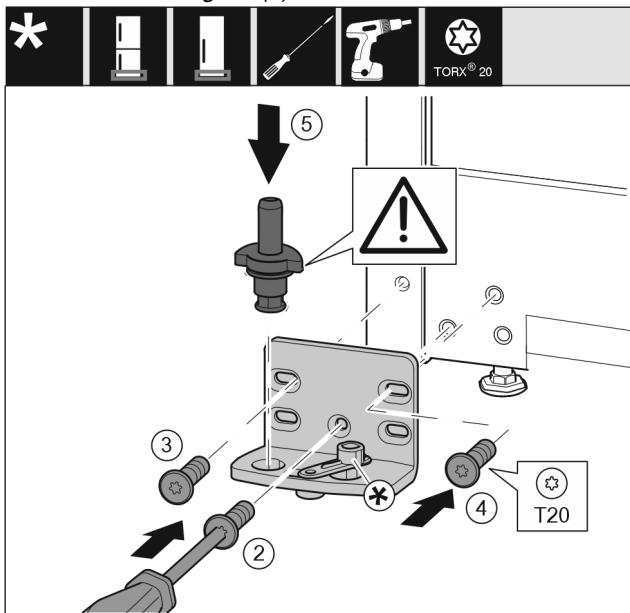

Fig. 25
- ▶ Poser le support de palier de l'autre côté et le visser à l'aide d'un tournevis T20. Commencer par la vis 2 en bas au milieu. Fig. 25 (2)
- ▶ Visser les vis 3 et 4. Fig. 25 (3,4)
- ▶ Mettre en place l'axe de palier complet. Veiller à ce que l'ergot d'enclenchement soit orienté en arrière. Fig. 25 (5)